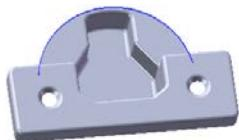
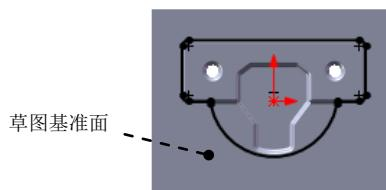

图 16.2.43 切除一拉伸 1
图 16.2.44 横断面草图
Step6. 创建图 16.2.43 所示的切除—拉伸 1。
(1) 选择命令。选择下拉菜单 **插入(I)** → **切除(C)** →  **拉伸(E)...** 命令。
(2) 定义特征的横断面草图。
① 定义草图基准面。选取图 16.2.44 所示的表面作为草图基准面。
② 定义横断面草图。在草图环境中绘制图 16.2.44 所示的横断面草图。
(3) 定义切除深度属性。在“切除—拉伸”对话框 **方向1** 区域的  下拉列表中选择